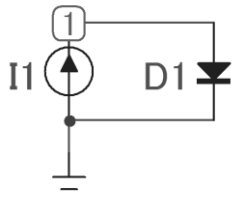

Рис.3.19. Схема для получения ВАХ
1) Снимите прямую ветвь вольтамперной характеристики (ВАХ) полупроводникового диода, используя заданную схему (Рис. 3.19). На входе схемы включен источник тока. Для размещения на схеме источника тока следует выбрать из меню: Component / Analog Primitives / Waveform Sources / I Source. В открывшемся окне
Характеристики по постоянному току снимают в **режиме DC**. В окне установки параметров (Рис. 1.6) необходимо выбрать из списка строки «Variable 1» источник тока I1, а в окне «Range» указать максимум 5m (миллиампер). В таблице параметров графиков нужно заполнить одну строку. Значение переменной X (DCINPUT1), установленное по умолчанию, означает автоматическое использование в качестве аргумента X переменной из строки «Variable 1». Диапазон переменной X желательно установить (5m), а для переменной Y можно указать «Auto». Полученная ВАХ (Рис. 3.19) показывает зависимость напряжения на диоде от тока. Обычно при изображении вольт – амперных характеристик отображают зависимости тока от напряжения (оси X и Y меняют местами).